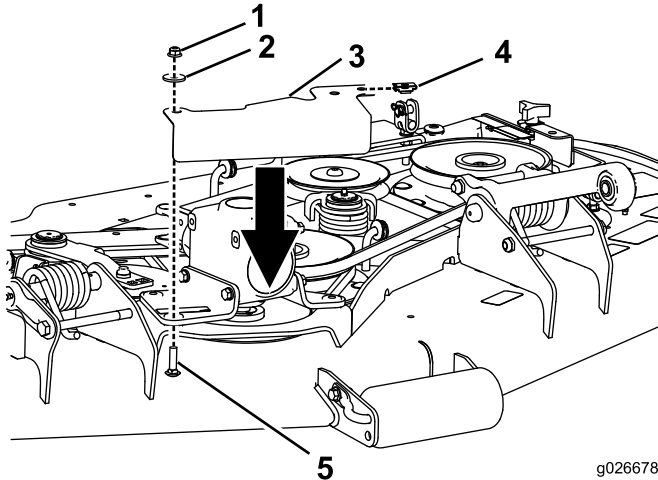

Figura 2
- Utilizzando i dadi rimossi nel passaggio precedente, montate il carter della puleggia sulle staffe di montaggio degli ingranaggi (Figura 2).
- Dado (2)
- Rondella (2)
- Montate il dado di fissaggio sul foro vuoto nel carter della puleggia orientabile (Figura 2).